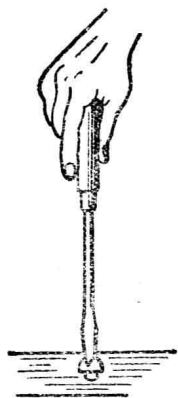

图1-2 起子的运用
(4)使用时,以右手持起子,手心抵住柄端使起子口与螺钉槽口垂直吻合(如图1-2),并先用力压紧起子,然后扭动。当使用较长起子时,可用右手压紧和扭动手柄,左手握起子柄中间,使它不致滑脱,以保证操作安全。